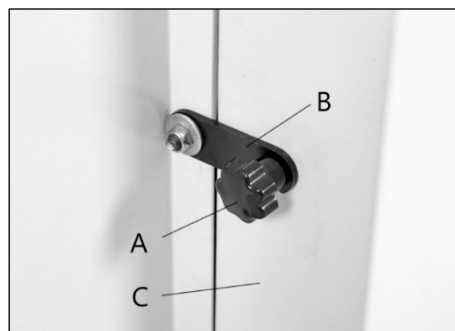
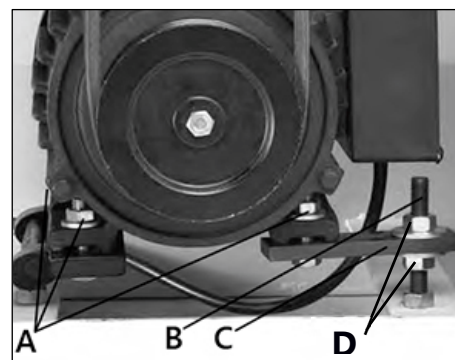

Рисунок 18.
Рисунок 24.
Откройте дверку С шкива ножевого вала (рис. 18). Вращайте ножевой вал, чтобы получить доступ к одному из трех ножей.
Поставьте на место кожух ножевого вала и закройте дверцу С шкива ножевого вала (рис. 18).
Для замены, отключите станок от сети. Откройте дверцу С (рис. 18), ослабьте крепеж В на пластине натяжения, которая крепит электродвигатель к кронштейну (рис. 24).
- Ослабьте рукоятку А (рис. 18), откройте замок В, откройте дверцу С.
- Чтобы настроить натяжение ремня, гайки D (рис. 24), чтобы передвигать основание электродвигателя вверх или вниз до тех пока не получите отклонение в 12 мм, как написано в предыдущем пункте.
Ослабьте крепеж А, который крепит электродвигатель к кронштейну (рис. 24). Передвигайте электродвигатель горизонтально пока шкив ножевого вала не выровняется со шкивом электродвигателя.